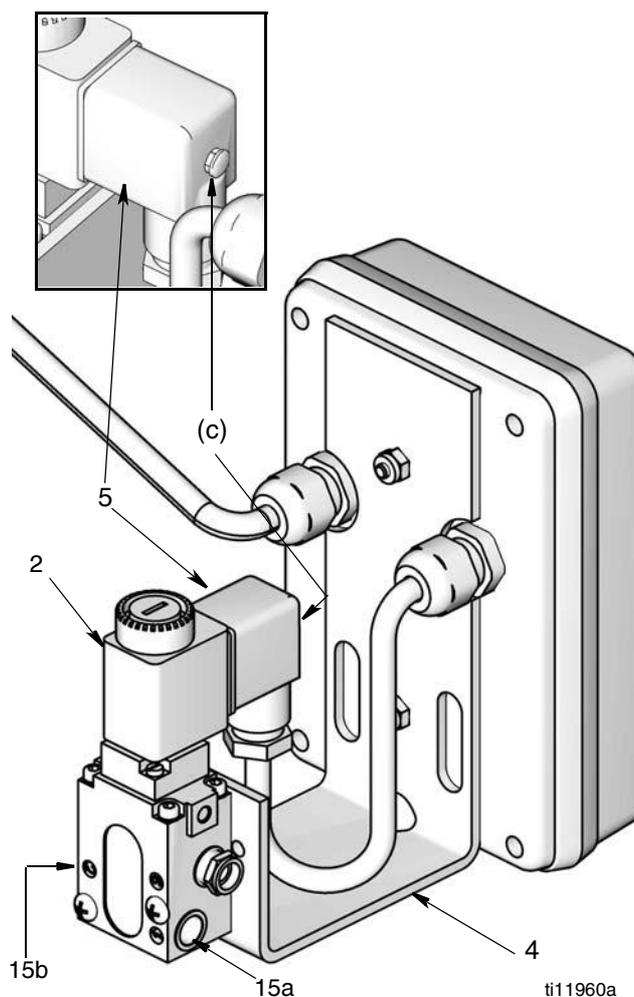

Рис. 5
Значения в следующих инструкциях относятся к Рис. 5 и перечню деталей на стр. 10 и 10.
3. Отсоедините приемник воздухопровода от фитинга (15a) и приемник пневматического насоса от фитинга (15b) (см. Рис. 5).
4. Отсоедините кабельный узел (5) от электромагнита (2), достаточно ослабив винт (с), чтобы отсоединить электромагнит от разъема.
5. Ослабьте и открутите гайки (3) и винты (1), удерживающие электромагнит (2) на кронштейне (4).
6. Установите новый электромагнит (2) на кронштейн (4) с помощью винтов (1) и гаек (3). Надежно затяните гайки.
7. Повторно соедините кабельный узел (5) с электромагнитом и затяните винт (с).